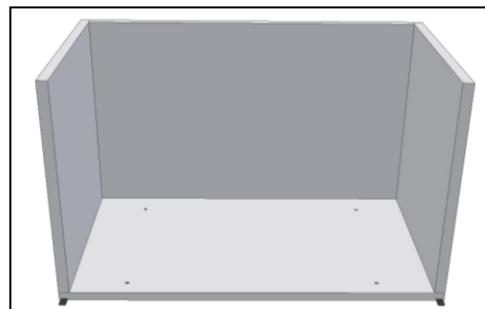

Fig. 4
- Fixer **les panneaux latéraux** et les serrer aux panneaux du fond et de l'arrière (Fig. 4) ;